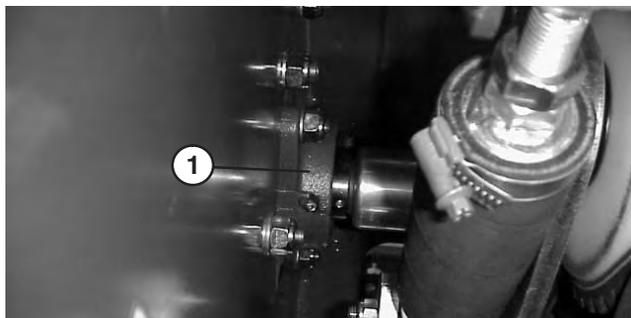

Figure 35
9. Desserrez les vis de blocage du roulement (Fig. 35).